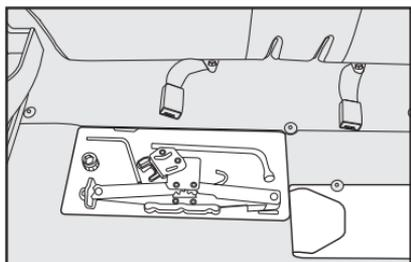

fig. 11
- Suelte las herramientas y quite el crিকে **fig. 11**, sacándolo de su alojamiento.